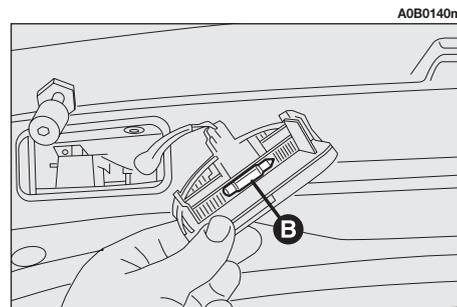

fig. 58
– Rimuovere la lampada (B-fig. 58) tirandola verso l'esterno e svincolandola dai contatti laterali.